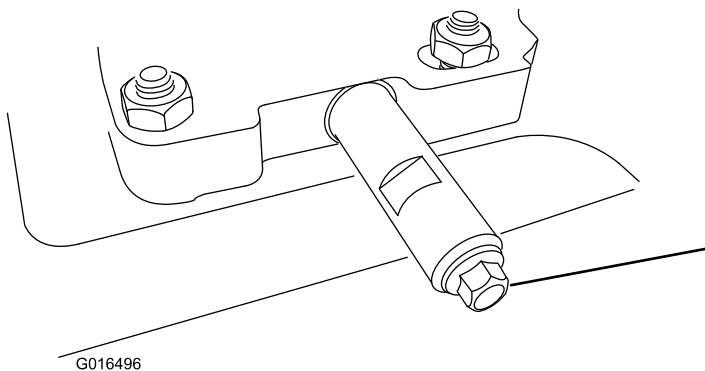

Рисунок 32
- Очистите поверхность вокруг пробки для слива масла (Рисунок 32).